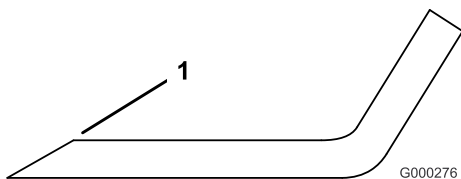

Figura 73
1. Affilate il tagliente da entrambe le estremità della lama (Figura 73). Rispettate l'angolazione originale. La lama conserva il proprio equilibrio soltanto se viene rimossa una quantità uguale di materiale da entrambi i taglienti.